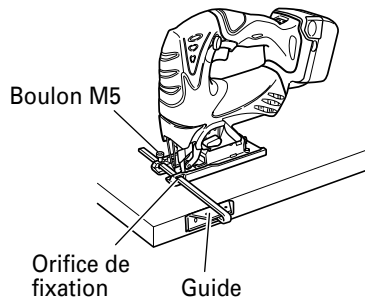

Fig. 18
- (3) Fixer le guide en le faisant passer dans l'orifice de fixation de la base et serrer le boulon M5. (Fig. 18)
- (4) Régler la position orbitale sur "0".
Pour assurer une coupe précise lors de l'utilisation du guide (Fig. 18), toujours régler la position orbitale sur "0".